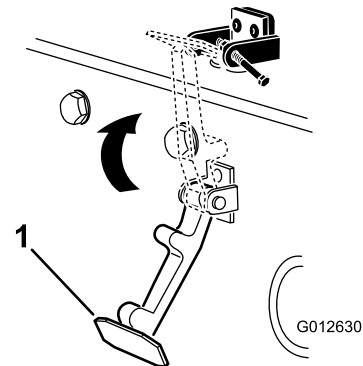

Figura 9
6. Prenda o trinco no suporte do trinco do capot (Figura 9).